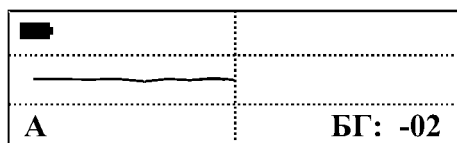

Рис. 12
4. медленно и плавно поднесите датчик к грунту по вертикали как можно ближе (до 3-х – 4-х сантиметров), избегая ударов датчиком о траву, камни и другие объекты. Скорость поднесения датчика должна быть такой, чтобы он опустился до уровня грунта приблизительно, за одну - две секунды. При поднесении датчика к грунту, на дисплее будет вырисовываться линия в левую сторону экрана (Рис. 12):